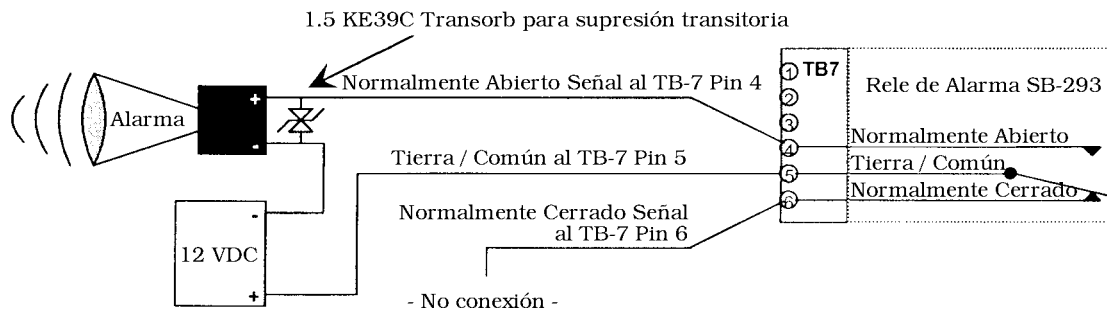

Figura 7: Relé de Salida de Alarma
- Ve a Figura 7 para un dibujo de ejemplo de Relé de Salida de Alarma.